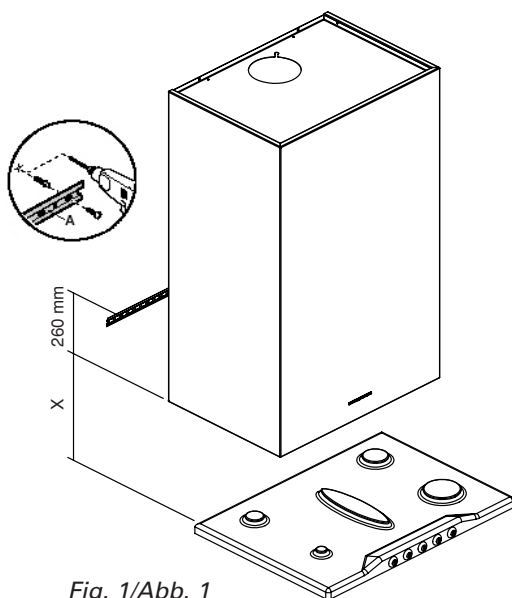
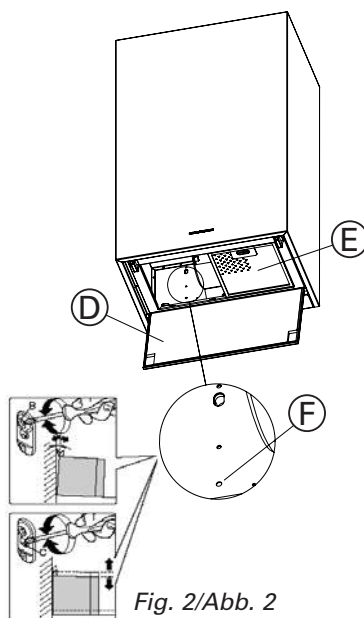
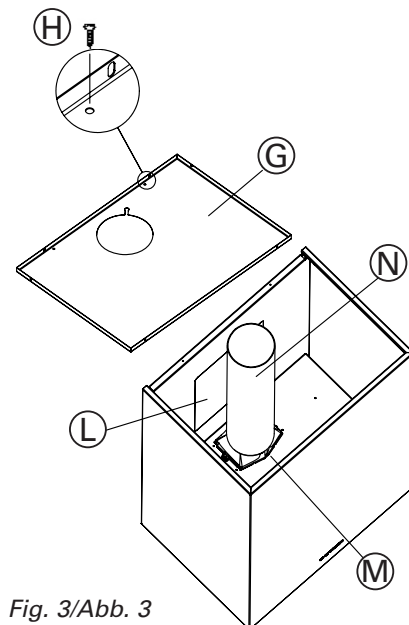

Fig. 1/Abb. 1
Fig. 2/Abb. 2
Fig. 3/Abb. 3
- Appoggiare alla parete la barra di sostegno (A) (Fig. 1), ad un'altezza dal piano cottura determinata dalla somma delle quote X+260 mm.
- Regolare l'allineamento della cappa tramite le viti delle attaccaglie (Fig. 2): queste sono raggiungibili aprendo il pannello (D) e togliendo i filtri metallici antigrasso (E).
- La vite superiore (B) regola la distanza dalla parete, quella inferiore (C) lo scorrimento verticale.
- Per evitare lo sganciamento della cappa dovuto ad una pressione sottostante, fissarla alla parete con due tasselli ad espansione e relativa vite attraverso gli appositi fori (F) all'interno della cappa.
- Per installare la cappa in versione aspirante collegarsi al tubo in PVC (N) che fuoriesce dall'apposita foratura sul coperchio (G) della cappa.
- Nel caso il foro di uscita a parete sia posizionato sul retro della cappa stacca il tubo in PVC e il coperchio (Fig. 3) agendo sulle 6 viti autofilettanti (H) di fissaggio.
- Rimuovere il pezzo semitranciato (L) rompendo i punti di unione e inserire sul raccordo (M) un tubo flessibile; successivamente riposizionare il coperchio nella sua posizione originale.
- Rest the support bar (A) against the wall (Fig. 1) at a height from the cook top determined by the sum of the distance X+260 mm.
- Open the inferior panel (D) and remove the metal filters (E).
- Adjust the alignment of the range hood using the screws on the brackets (Fig. 2). The top screw (B) adjust the distance from the wall, the bottom screw (C) adjust the height.
- To prevent the range hood from detaching due to pressure from below, fasten it to the wall using a screw anchor and screw, through the corresponding hole (F) inside the hood.
- For suction version connect, with a suitable PVC pipe, the upper part of PVC pipe (N) mounted in the hood to the exhaust outlet.
- In case of exhaust outlet placed on the back of the hood: remove (Fig. 3) the cover (G) unscrewing the 6 screws (H) and the PVC pipe.
- Remove the back panel (L) breaking the joint points and connect the motor pipe fitting to the exhaust outlet using a suitable flexible duct.
- Die Stützstange (A) an der Wand positionieren (Abb. 1); hierfür einen Abstand von der Kochebene wählen, der sich aus der Summe der Maße X+260 mm ergibt.
- Die Ausrichtung der Dunstabzugshaube mit Hilfe der Befestigungsschrauben regeln (Abb. 2); man erreicht diese, indem man die Platte (D) öffnet und die Fettfilter aus Metall (E) entfernt. Mit der oberen Schraube (B) wird der Abstand von der Wand eingestellt, mit der unteren Schraube (C) die Höhe.
- Um zu vermeiden, dass sich die Dunstabzugshaube durch eine Druckausübung von unten löst, diese mit Hilfe der zwei Expansionsdübel und der entsprechenden Schraube durch die entsprechenden Öffnungen (F) im Haubeninneren an der Wand befestigen.
- Um eine Dunstabzugshaube mit Abluftbetrieb zu installieren, sich an das PVC-Rohr (N), das aus der Bohrung am Deckel (G) der Haube austritt, anschließen.
- Sollte die Wandausgangsbohrung an der Hauberrückseite positioniert sein, das PVC-Rohr und den Deckel entfernen (Abb. 3), indem man die 6 selbstschneidenden Befestigungsschrauben (H) betätigt.
- Die Rückwand (L) entfernen, wobei man die Verbindungspunkte bricht, und einen Schlauch in den Anschluss (M) einfügen: anschließend den Deckel wieder auf seiner ursprünglichen Stelle positionieren.
- Fijar la campana a la barra de sujeción, regular el alineamiento de la campana a través de los tornillos fijados (fig. 2); éstos son manipulables abriendo el panel (D) y sacando el filtro metálico (E). El tornillo superior (B) regula la distancia de la pared. Mientras que el inferior (C) el desplazamiento vertical.
- Para evitar el deslizamiento de la campana debido a una presión de la parte inferior, fijarla a la pared con 2 tacos de expansión y los tornillos respectivos en los agujeros localizados (F) dentro de la campana
- Para instalar la campana en versión aspirante conectar con el exterior el tubo en PVC (N) que sobresale del agujero sobre la tapa de la campana.
- En el caso de que el agujero de salida quede posicionado en la parte trasera de la campana sacar el tubo en PVC y la tapa (fig. 3) accionando sobre los 6 tornillos autoroscantes de fijación. Sacar la pieza semi-cortada (I) rompiendo los puntos de unión e introducir al racor (M) un tubo flexible, sucesivamente devolver la tapa a su posición original.
- Приложить к стене крепежную рейку (А - рис. 1) на высоте $X + 260$ мм от варочной панели.
- Отрегулировать строго горизонтальное положение вытяжки с помощью винтов на держателях (рис. 2). Для доступа к винтам необходимо открыть панель (D) и снять металлические антижировые фильтры (E). Верхний винт (B) регулирует расстояние от стены, а нижний (C) - вертикальное смещение.
- Для предотвращения отцепления вытяжки в результате давления снизу ее необходимо прикрепить к стене с помощью двух дюбелей и соответствующих винтов, продетых в специальные отверстия (F) внутри вытяжки.
- На патрубок (D) необходимо надевать гибкий шланг (E).
- Для установки воздухоотводной версии вытяжки присоединить трубу из ПВХ (N), которая должна проходить через соответствующее отверстие на крышке (G) вытяжки.
- В случае если выходное отверстие расположено на задней стенке самой вытяжки, снять трубу из ПВХ и крышку (рис. 3), открутив 6 крепежных шурупов (H). Снять заднюю панель (L), отломив ее в точках соединения, и вставить надеть на соединительный элемент (M) гибкий шланг, после чего установить крышку в первоначальное положение.